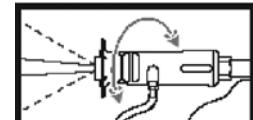

Figure 6
- tourner le couvercle de l'embout pour ajuster le motif de pulvérisation de jet à large éventail (Figure 6).